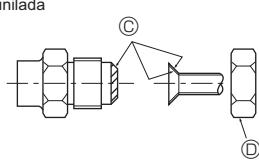

Fig. 4-1
- Aplique uma fina camada de óleo refrigerante ao tubo e à superfície de costura da junta antes de apertar a porca do tubo. ④ (Fig. 4-1)
- Aperte os tubos de ligação com duas chaves. ⑤ (Fig. 4-1)
- Aplique óleo de máquina refrigerante em toda a superfície de encaixe de afunilamento. ⑥ (Fig. 4-1)
- Utilize as porcas afuniladas para o tamanho de tubo que se segue. ⑦ (Fig. 4-1)
Ⓐ (Fig. 4-1)
Ⓑ (Fig. 4-1)